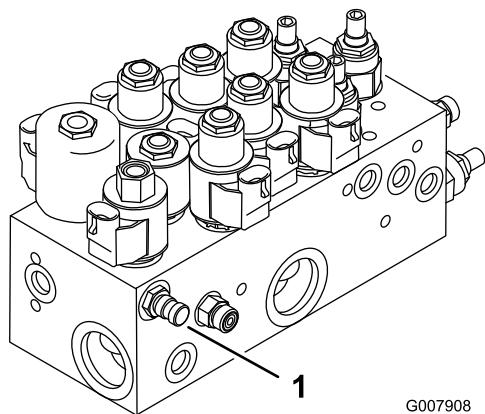

Figura 75
1. Il foro diagnostico A (Figura 75) serve ad agevolare la diagnostica del circuito idraulico dei cilindri di sollevamento.